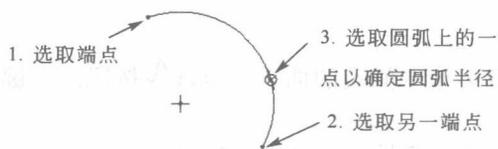

图 2-15 两点圆弧的绘制
(1) **两点圆弧的绘制** 点选按钮 ，鼠标左键选取圆弧两 endpoint，再选取圆弧上的一点以确定圆弧半径。如图 2-15 所示。